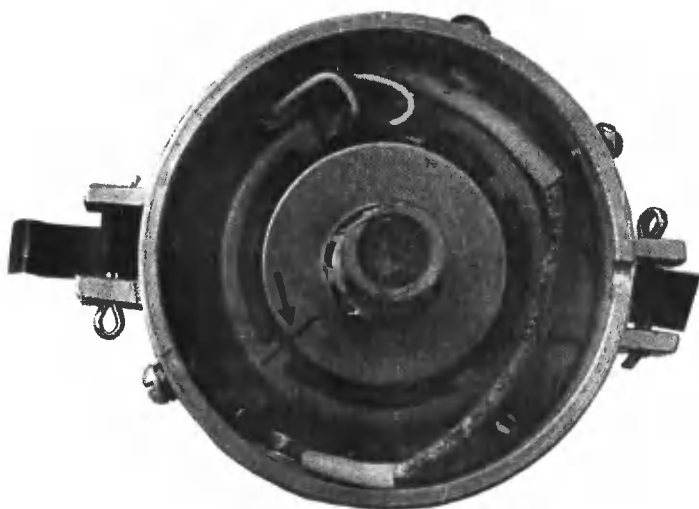

Рис. 87. Расположение метки в датчике-распределителе для установки зажигания
- ослабить болт крепления распределителя к пластике октан-корректора (он находится на нижней части корпуса распределителя) и повернуть корпус датчика-распределителя до совмещения красной риски на роторе и стрелки на статоре (рис. 87) датчика-распределителя,